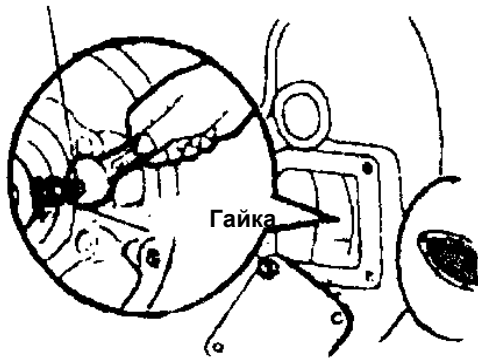

Рис. 19. Регулировка зазора между отжимным кольцом и выжимным подшипником
- Затяните гайки на болтах для уменьшения зазора, и отверните их для увеличения зазора. После регулировки проверите повторно зазор щупом и законтрите болты (См. Рис. 19).